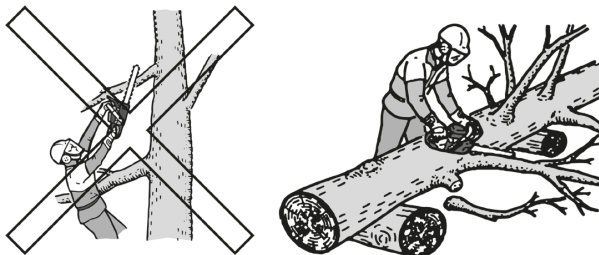

Рисунок 5. Схема обрізання малих гілок.
5.3.3.1 Обрізання малих гілок вести тільки на поваленому дереві згідно зі схемою рис. 5.